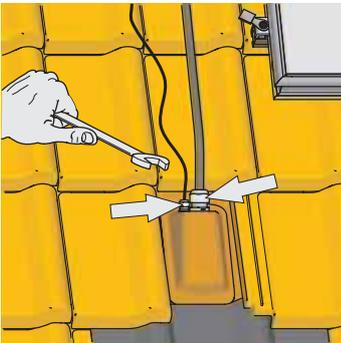

Figura 3-32 Fase di lavoro 10
10. Stringere i raccordi a vite delle tubazioni di collegamento (come nell'esempio della Figura 3-32).